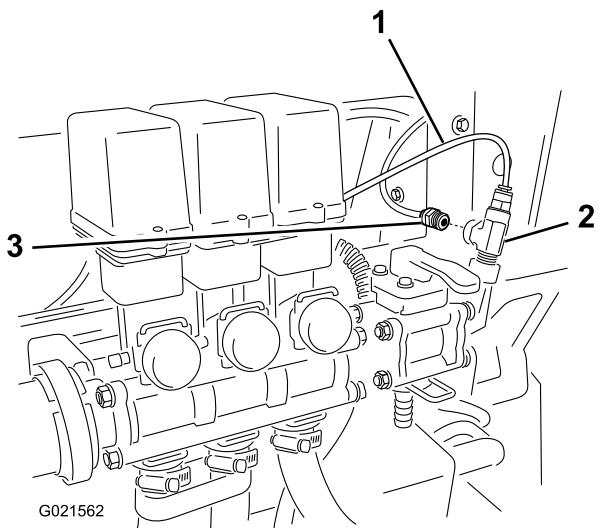

図 9
3. コントロール・ボックスの背面から出ている赤い水圧計用チューブを、T字フィッティングに接続する図9。